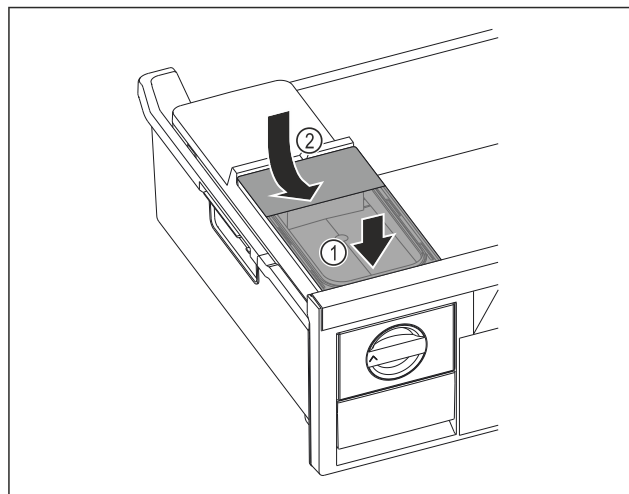

Fig. 181
- ▶ Nasadte vpředu nádržku na vodu. Fig. 181 (1)
- ▶ Spusťte nádržku na vodu vzadu dolů. Fig. 181 (2)